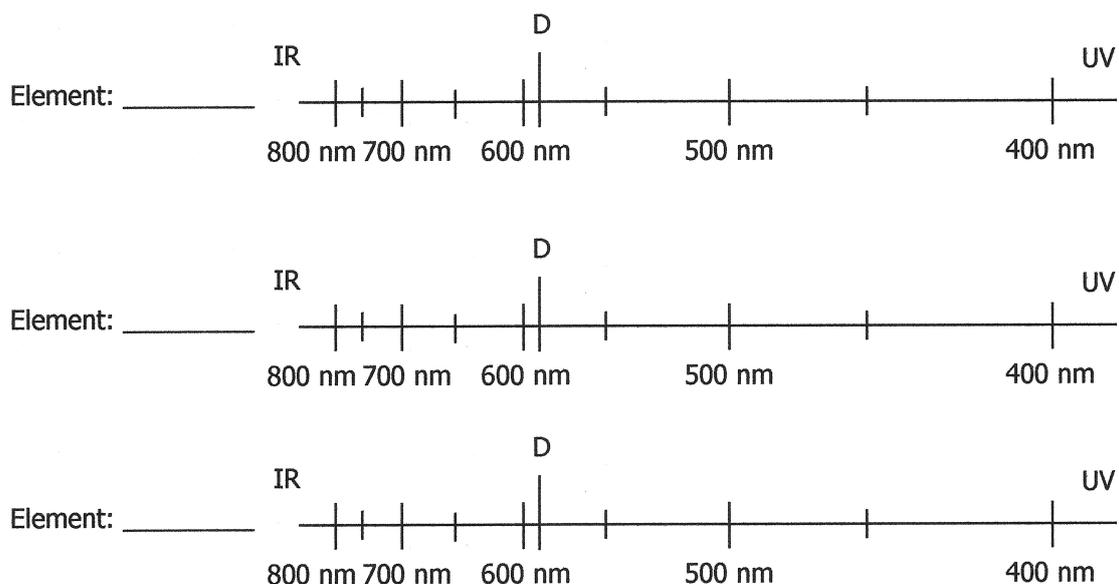

Abb.2: Linienspektren verschiedener Lichtquellen
- Betrachte die Farbe und das Spektrum verschiedener Leuchtstoffröhren (= Spektrallampen). Zeichne die Spektren in die nachfolgenden Skalen (Abb.2 und 3) ein, markiere zusätzlich den Zahlenwert und die Farbe.